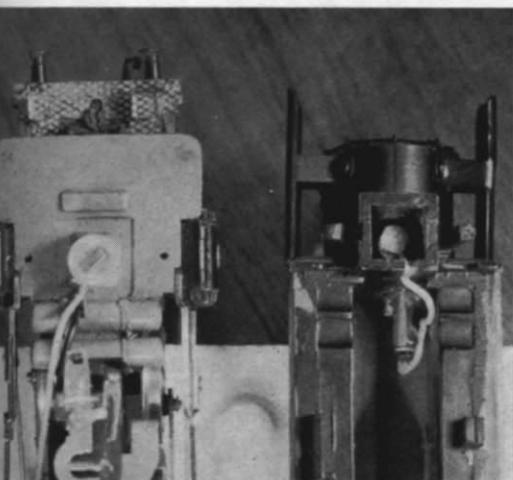

Abb. 2. Links das Fahrgestell der BR 23 mit der neuen Riffelblech-Pufferbohle, rechts ein Blick in das Lokgehäuse mit den „Innereien“.
4. Bohrung: Rauchheinsatz einsetzen, Abstand messen von Unterkante des Schachtes (Rauchkammerstütze) bis Einsatz. Hier Loch für Lichtleitkabel bohren (Abb. 2).